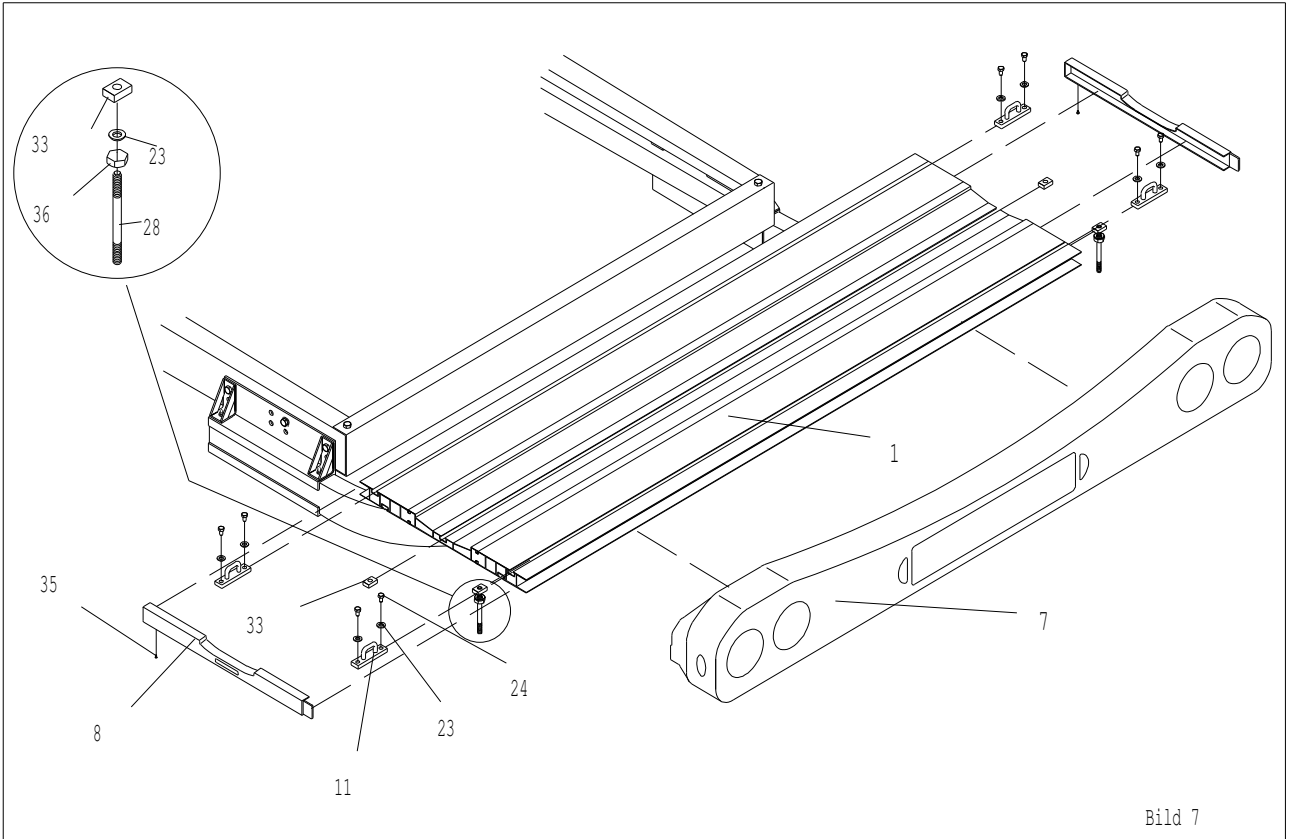

Bild 7
17. **Bild 7:** Schieben Sie jeweils zwei „Nutsteine M10 mit Zurrösen“ (11) in die vordere und hintere T-Nut der Plattform (1) und befestigen Sie diese dann mit Hilfe der Schrauben M10x15 (24) und Scheiben B10,5 (23). Der seitliche Abstand vom Rand der Plattform ergibt sich erst durch das zu transportierende Fahrzeug Das Anzugsmoment beträgt **35 Nm**
18. Schieben Sie zwei Nutsteine M8 (33) in die obere, mittlere Nut der Plattform (1).
19. Schieben Sie die beiden vormontierten Halterungen für die Auffahrschiene (jeweils bestehend aus Stiftschraube (28), Nutstein M10 (33), Scheibe (23) und Mutter (36)) rechts und links in die untere, in Fahrtrichtung gesehene hintere Nut.
20. Schieben Sie je eine Endkappe (8) von rechts und links auf die Plattform (1). Bohren Sie je eine 2 mm Bohrung durch die Endkappen (8) und die Plattform (1) und sichern Sie diese durch das Eindrehen je einer Blechschraube 3x10 (35) in die zuvor gebohrten Löcher.
21. Schieben sie die vormontierte Lichtleiste (7) von hinten auf die Plattform (1).